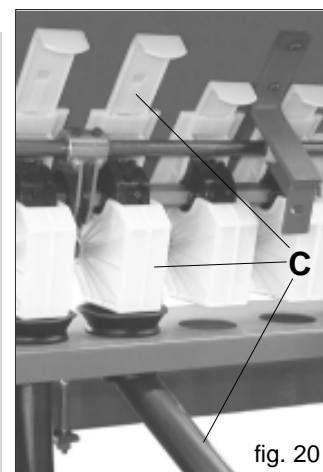

fig. 20
- Desserrer l'écrou (A) et la vis (B).
- Contrôler l'ouverture des lames des distributeurs qui ont le tube télescopique (C Fig. 20); toutes les autres lames seront fermées.